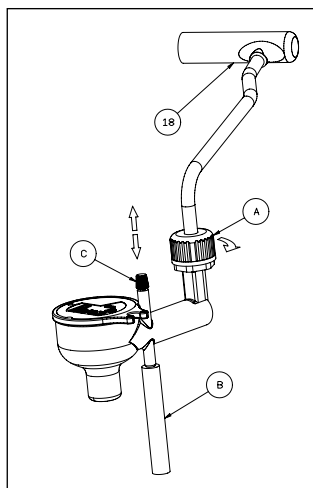

FIG 2
- vérifier que le volant (4) du robinet de la vapeur soit fermée, (photo B);
- tourner le tuyau de la vapeur (12) dans le sens des aiguilles d'une montre et ce jusqu'à l'arrêt, et ôter le tuyau de la vapeur en le tirant vers la droite, (photo N);
- insérer le Cappuccino Automatic sur le tuyau de vapeur (18) en le poussant vers le haut de façon à ce que le distributeur s'appuie contre le raccord et serrer la douille dans le sens des aiguilles d'une montre (fig. 2);
- placer le dispositif avec le Cappuccino Automatic (17) dans l'espace prévu à cet effet et ce en le poussant vers la gauche, (Fig. 2). Tourner le dispositif avec le Cappuccino Automatic (17) dans le sens inverse des aiguilles d'une montre et ce jusqu'à l'arrêt.